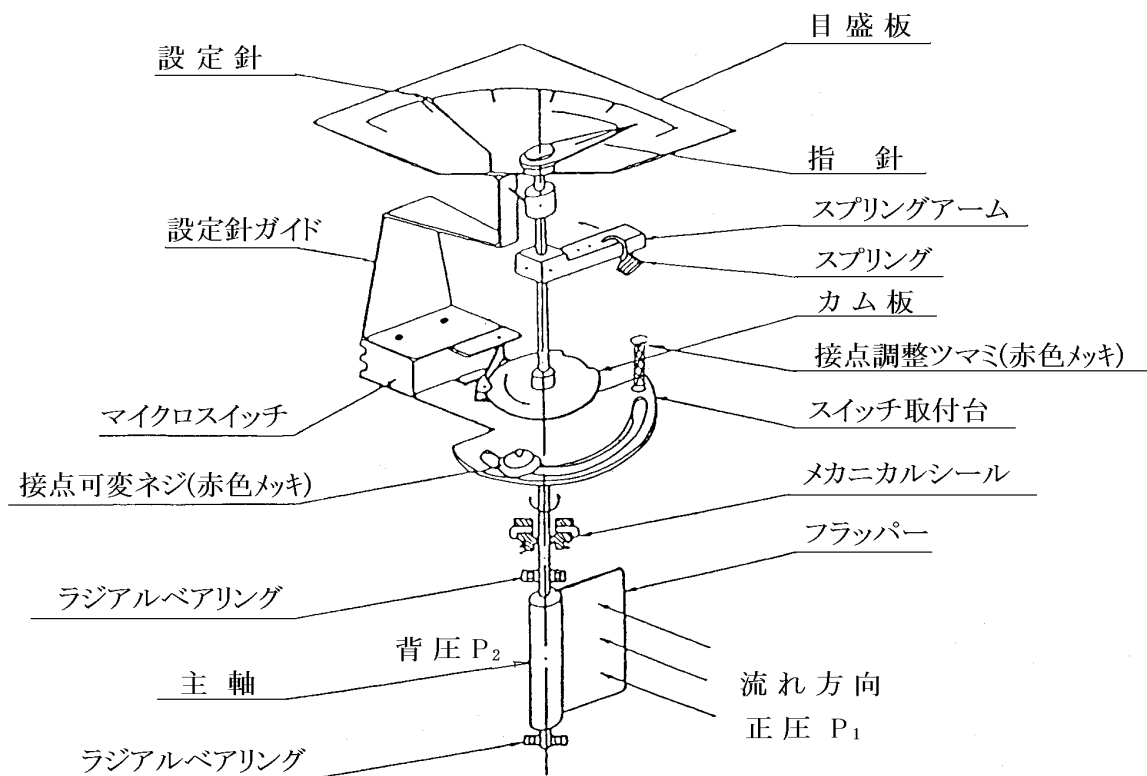

図 1 原理図
7. 接点可変手順(図 1 及び図 3 参照)
ケースの内部を目視すると、赤色メッキ仕上げされた接点調整ネジ②④及び接点調整ツマミ⑤が図 1(原理図)の様な位置に見えますので、⊕ドライバーにて接点調整ネジ②④を 1~2 回転反時計方向に回転させて緩めてください。